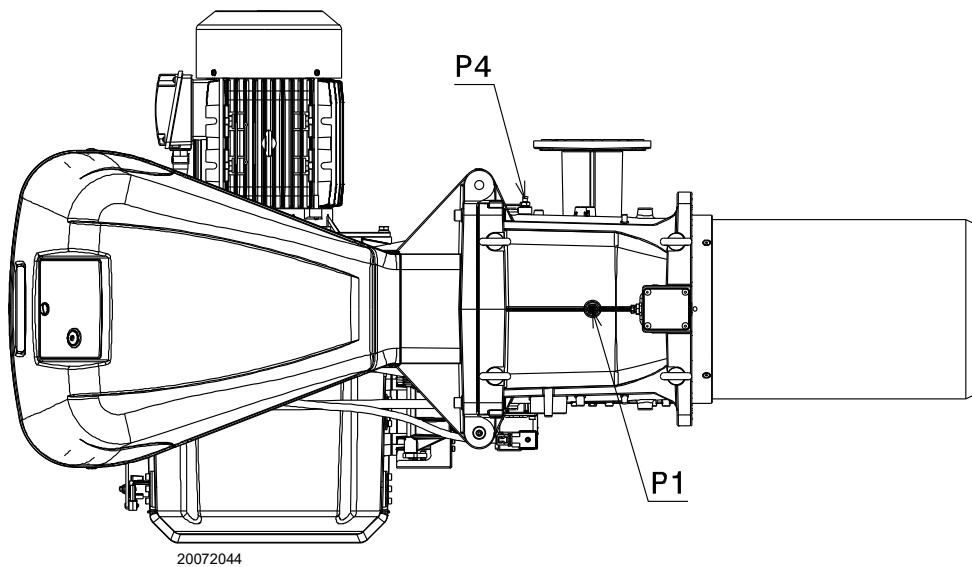

Fig. 22
Presión del gas medida en el conector hembra P1)(Fig. 22), con:
- sustraer de la presión del gas en el conector hembra P1)(Fig. 22) la presión en la cámara de combustión.
Presión del gas en el conector hembra P1)(Fig. 22) = 46,7 mbar
En cambio para conocer la presión del gas que se necesita en el conector hembra P1)(Fig. 22), una vez fijada la potencia MÁX a la cual se desea que funcione el quemador:
- Leer a la derecha, columna 1, la presión en el conector hembra P1)(Fig. 22).
presión necesaria en el conector hembra P1)(Fig. 22).